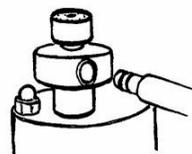

Abb. 9
13. Ersetzen Sie die Reinigungsdüse durch die Garniertülle. Tränken Sie ein sauberes Tuch mit Desinfektions-Reiniger und säubern Sie damit den SANOMAT. (Abb. 9)